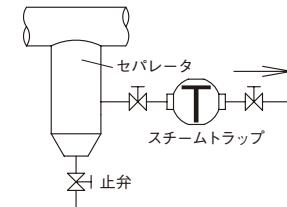

図3. 管末取付例略図
8. トラップを管末に取り付ける場合は、主管と同径のダートポケットを設け、その途中から分岐した所にトラップを設置してください。(図3参照)